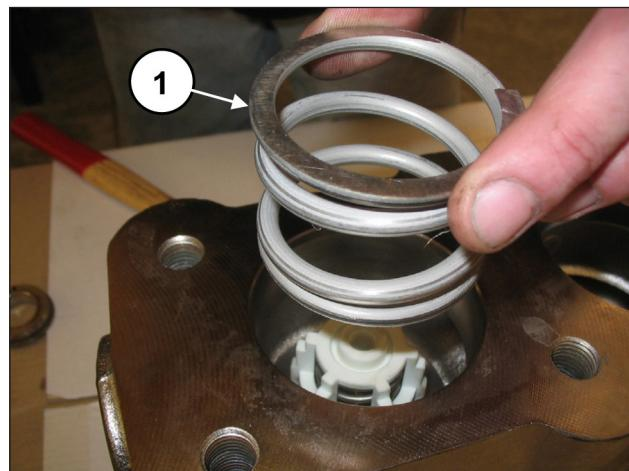

Fig. 124
Introducir la anilla del alojamiento de la válvula (pos. ①, Fig. 123) y el muelle (pos. ②, Fig. 124).